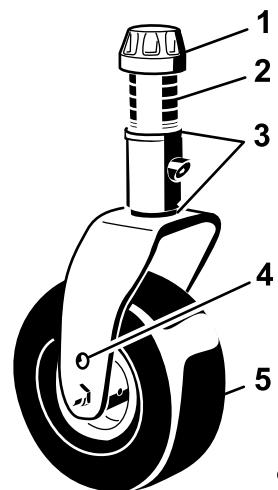

Bild 22
1. Stecken Sie die Laufradachsen in allen Laufradgabeln in die gleichen Löcher (Bild 22 und Bild 24).
2. Entfernen Sie die Spannkappe von der Spindelwelle und ziehen die Spindel aus dem Laufradarm heraus (Bild 22).